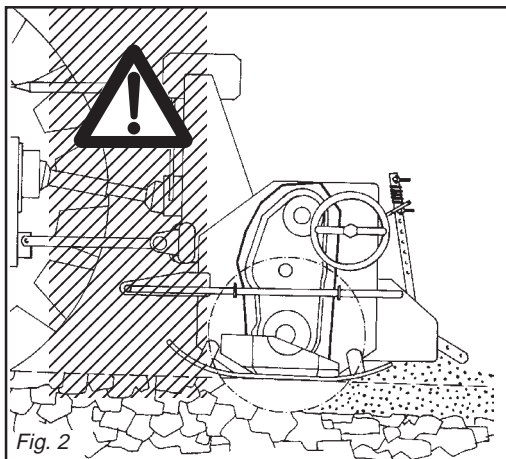

Fig. 2
- 24)** È assolutamente vietato interporre tra il trattore e la zappatrice (Fig. 2) con motore acceso e cardano inserito nonché senza aver azionato il freno di stazionamento ed aver inserito, sotto le ruote, un ceppo o un sasso di bloccaggio.
- 24)** It is absolutely forbidden to stand between the tractor and the implement (Fig. 2) when the engine is running and the cardan shaft is engaged without having first engaged the hand brake and placed a block
- 24)** Es ist absolut verboten, bei laufendem Motor und eingeschalteter Gelenk-welle zwischen den Schlepper und das Gerät zu treten (Abb. 2). Dazu muß die Feststellbremse gezogen werden und unter die Räder ein Bremskeil oder ein großer Stein gelegt worden sein.
- 24)** Il est absolument interdit de se mettre entre le tracteur et l'appareil (Fig. 2) quand le moteur est en marche et le cardan enclenché, sans
- 24)** Está terminantemente prohibido colocarse entre el tractor y el equipo (Fig. 2) con motor encendido y cardán inserido, o sin haber accionado el freno de estacionamiento y de colocar, debajo de las ruedas, una piedra u otro elemento de bloqueo.
- 28) È assolutamente vietato interporre fra il trattore e l'attacco della zappatrice per manovrare il comando dall'esterno per il sollevamento (Fig. 2).
- 28) It is absolutely forbidden to stand between the tractor and the implement when manoeuvring the lift control from the outside (Fig. 2).
- 28) Es ist absolut verboten, zwischen den Schlepper und den Anschluß zu treten, um die Aushebung von außen zu betätigen (Abb. 2).
- 28) Il est absolument interdit de se mettre entre le tracteur et l'attelage pour manoeuvrer la commande de relevage de l'extérieur (Fig. 2).